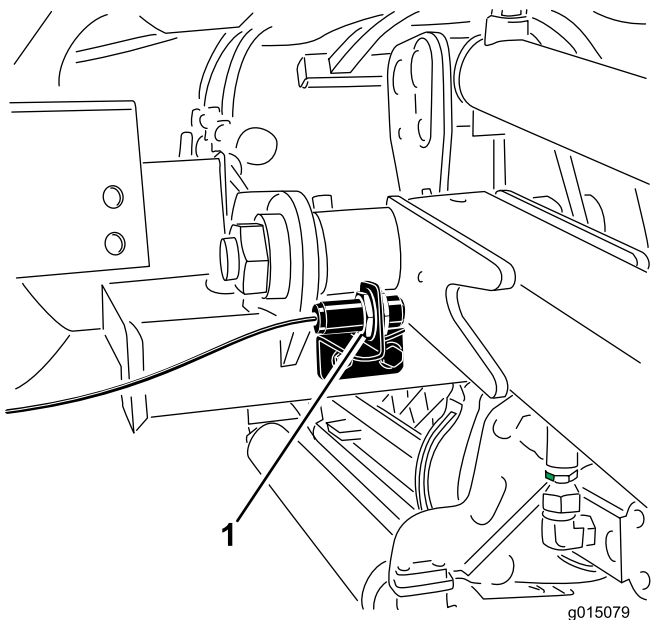

図 40
2. 昇降アームスイッチは、前右昇降アームの裏側にあります（図 40）。
3. スイッチ取り付けねじ (図 40) をゆるめ、昇降アームの旋回高さを高くしたい場合にはスイッチを上に移動させる；旋回高さを低くしたい場合にはスイッチを下に移動させる。調整ができたならねじを締め付ける。